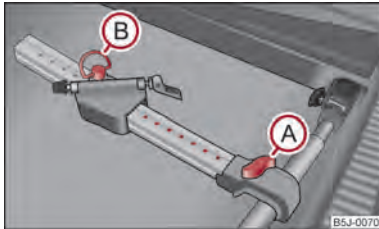

Abb. 57 Fahrradträger einbauen
- Setzen Sie den freigegebenen Fahrradträger auf den Querträger, nach dem Hochziehen der Schraube (A) ⇒ Abb. 57 schieben Sie den Längsträger (Alu-Teil) zum Querträger bis die Fassung einrastet und drehen Sie die Schraube (A) in die Mutter.
- Lösen Sie die Schraube (B) und nehmen Sie sie aus dem verschiebbaren Teil des Halters heraus; bringen Sie das verschiebbare Teil je nach Fahrradgröße in eine der möglichen Stellungen, so dass es nicht zum Kontakt mit der Gepäckraumklappe kommt. Wir empfehlen, das verschiebbare Teil des Halters so zu platzieren, dass zwischen der Schraube (A) und dem verschiebbaren Teil 7 Bohrungen sichtbar sind.
- Die Schraube (B) in der gewünschten Position einsetzen und festdrehen.
- Lösen Sie die Schraube (A) ⇒ Abb. 57 und schieben Sie den Fahrradhalter zusammen mit dem befestigten Fahrrad nach links (in Fahrtrichtung gesehen), so dass es zwischen dem Lenker und dem Seitenfenster des Gepäckraums nicht zur Kollision kommen kann.